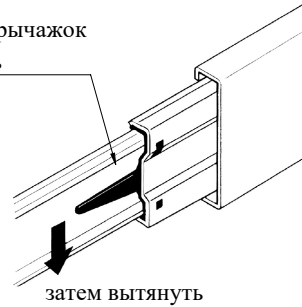
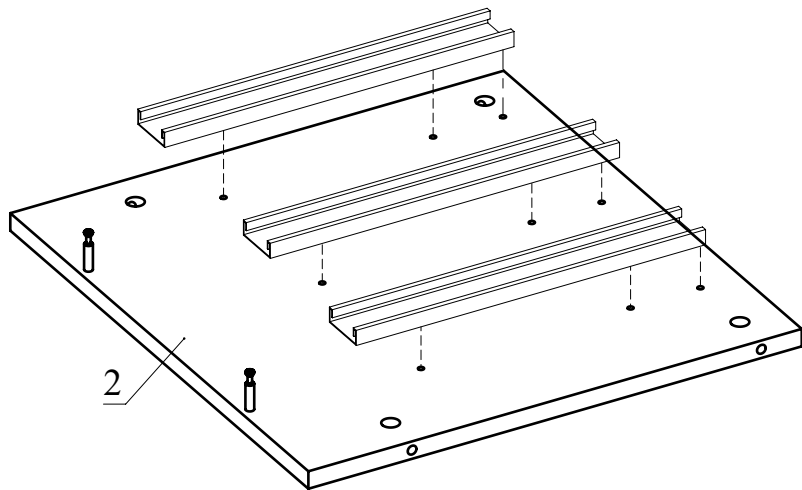

Рис. 3
Рис. 4
3. Отсоедините от основания телескопических направляющих внутренние планки, отогнув пластиковый рычажок фиксатора (Рис. 3). Основания телескопических направляющих закрепите на деталях 2, 3 винтами М5х8 (Рис. 4). !!! Приложите телескопическую часть отверстиями к отверстиям на боковине тумбы так, чтобы они были отцентрованы относительно друг друга. Вкрутите винты М5х8 с помощью шуруповерта, приложив немного усилий. **Внимание:** винт М5х8 должен заходить с натягом для максимально плотной фиксации телескопических направляющих.